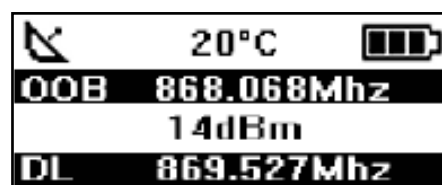

Figure 10 : OOB
- 1 émission d'une trame OOB, si le produit a reçu une trame de downlink (Figure 10)